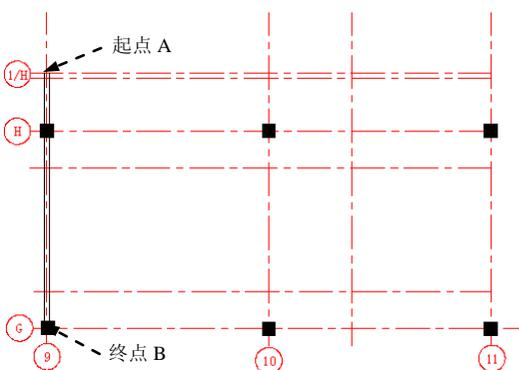

图 17.12.13 绘制多线 1
(2) 设置多线样式。选择下拉菜单 **格式(O)** → **多线样式(M)...** 命令，确认样式为 200 的为当前使用的多线样式。
(3) 选择下拉菜单 **绘图(D)** → **多线(M)** 命令，选取图 17.12.13 所示的点 A 作为多线的起点，选取点 B 为多线的终点，按 Enter 键完成多线 1 的创建，如图 17.12.13 所示。